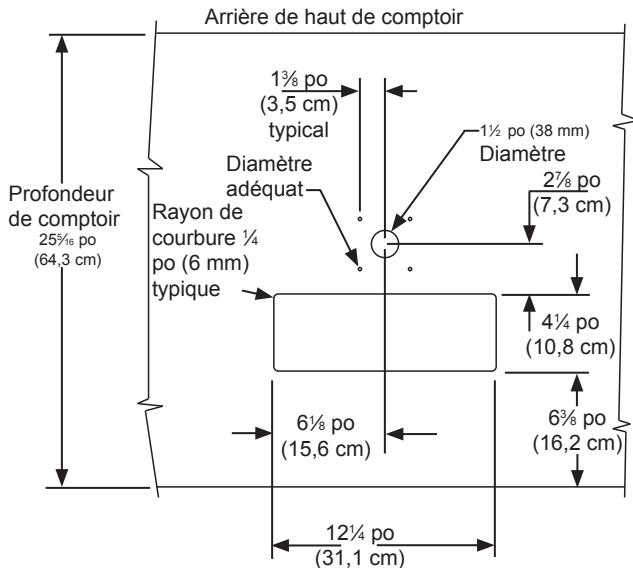

Figure 39
Les dimensions de découpe montrées en Figure 39 sont basées sur un haut de comptoir de profondeur 25 $\frac{5}{16}$ po (64,3 cm). Votre comptoir peut avoir une dimension différente et nécessite un autre positionnement d'avant à arrière. Référez-vous aux dimensions de produit en pages 8 et 9 pour déterminer les mesures requises.
4. Si vous installez votre réfrigérateur à fûts sous un comptoir, vous devrez percer 5 orifices dans le dessus de comptoir pour y monter la tour. Le premier de ces orifices fait 1 1/2 po de diamètre au centre de l'emplacement de la tour, pour la conduite de bière, à situer à environ 13 1/2 po (34,3 cm) du bord avant du haut de comptoir (sur la base d'une largeur de comptoir standard de 25 5/16 po). Ensuite vous percez 4 orifices de montage selon les dimensions de la Figure 39. Leur diamètre dépend du matériau du haut de comptoir et de l'éventuelle nécessité de chevilles. Les vis fournies sont dans le paquet de la littérature, ce sont des vis en acier inox type AB de 10 x 1 po. Marquez et réalisez la découpe pour le puisard de drainage. Une fois les orifices percés et le réfrigérateur pour fûts en place sous le dessus de comptoir, passez la conduite de bière au travers du joint de la tour, dans le orifice de 1 1/2 po dans le dessus de comptoir, et le orifice en haut du réfrigérateur pour fûts. Montez la tour sur le dessus de comptoir avec les 4 vis fournies. Placez le puisard de drainage, tiré du paquet de littérature, dans la découpe rectangulaire avec son encoche ronde vers l'arrière contre la tour, et placez la grille dessus.